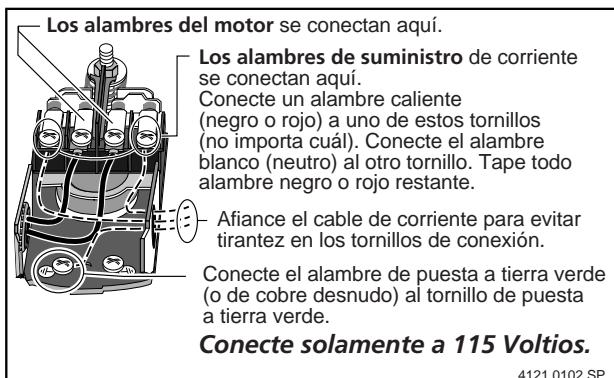

Figura 7. Conexiones de los cables para el suministro de corriente de 115 voltios.
Su manóstato se parece a uno de los que se ilustran en la figura 7. Conecte el suministro de corriente según se ilustra para su tipo de manóstato.
- Conecte el cable de puesta a tierra primero según se ilustra en la Figura 7. El cable de puesta a tierra debe ser un cable de cobre macizo por lo menos tan grande como los cables de suministro de corriente.
4. Conecte los cables de suministro de corriente al manóstato según se ilustra en la Figura 7.